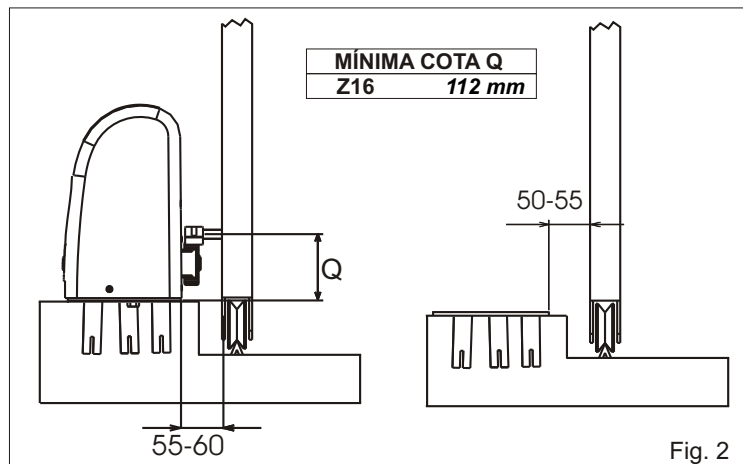
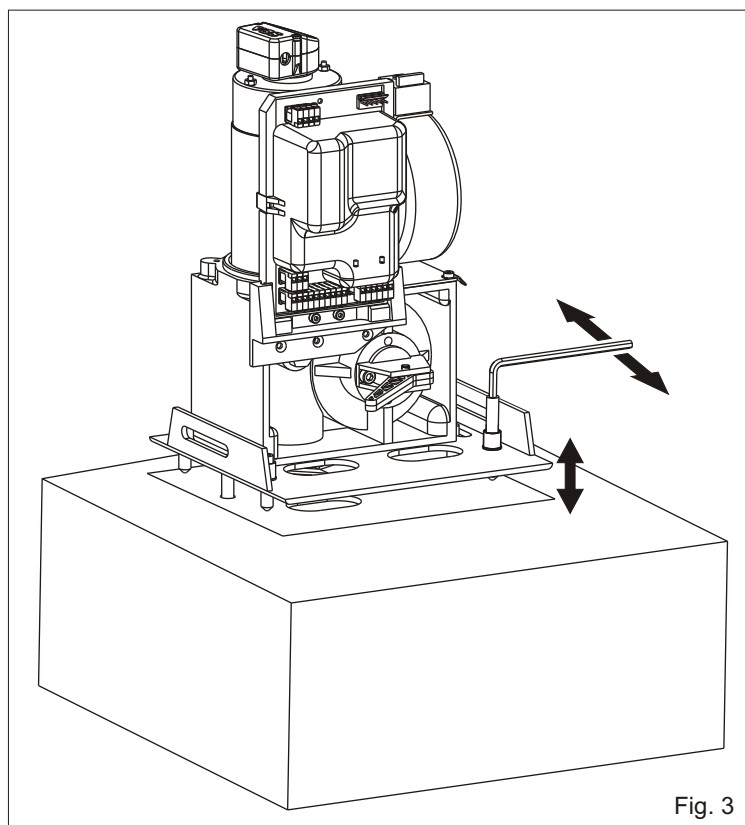

Fig. 2
Fig. 3
2.3. Antes de cementar la placa de anclaje asegurarse que la misma resulte perfectamente horizontal y que sea respetada la cota de 50 - 55 mm indicada en la Fig. 2.
3.2. Ajustar la altitud del motorreductor utilizando los cuatros tornillos en dotación (Fig.3) respetando las cuotas mencionadas en Fig. 2. Los tornillos de regulación pueden ser utilizados para corregir una nivelación anterior imperfecta de la placa de fundación.